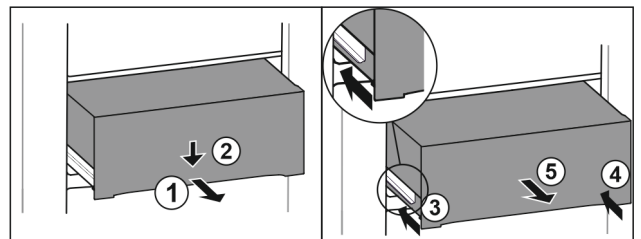

Fig. 221
- Schubfach halb herausziehen. Fig. 221 (1)
- Schubfach an der Vorderseite nach unten drücken. Fig. 221 (2)
- Linke Schiene etwa 2 cm einschieben. Fig. 221 (3)
- Rechte Schiene etwa 2 cm einschieben. Fig. 221 (4)
- Schubfach nach vorne entnehmen. Fig. 221 (5)